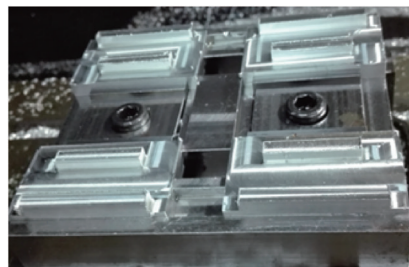
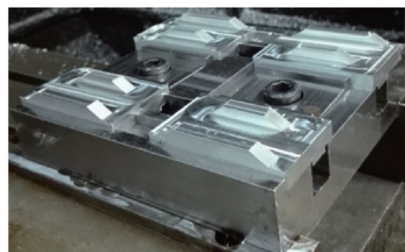
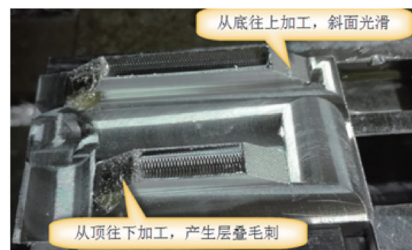

图 21 正面凸台外形特征
图 22 斜面加工完成
图 23 斜面不同的下刀点选择
(7) 正面凸台加工。正面凸台的加工分两步走，第一步是铣削凸台外形特征，如图 21 所示，包括挖槽粗加工及外形铣削精加工，其中中间凸台尺寸 $6 \pm 0.05\text{mm}$ 需要严格保证，其他尺寸精度控制在 $\pm 0.1\text{mm}$ ；第二步是两个凸台斜面加工，如图 22 所示，该斜面加工采用平行铣削刀路，不进行开粗，直接精加工，注意下刀方式是从底向上。如果从顶向下的话，刀具又不够锋利，斜面上会产生层叠毛刺，如图 23 所示。